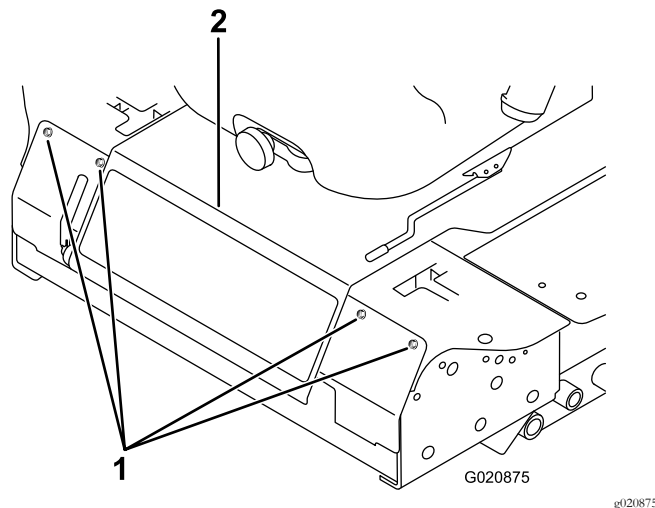

Figura 51
2. Retire os parafusos que fixam o painel dianteiro e retire o painel (Figura 51).